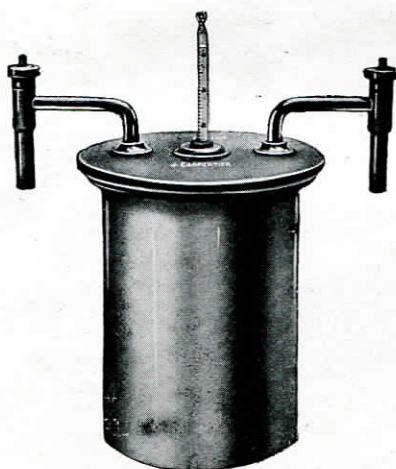

FIG. 2.
**Modèle étanche.** — Ces résistances, constituées par un fil nu de manganin enroulé sur porcelaine, sont contenues dans un boisseau étanche rempli de pétrole sec. Un thermomètre permet de mesurer la température intérieure (figure 2).....